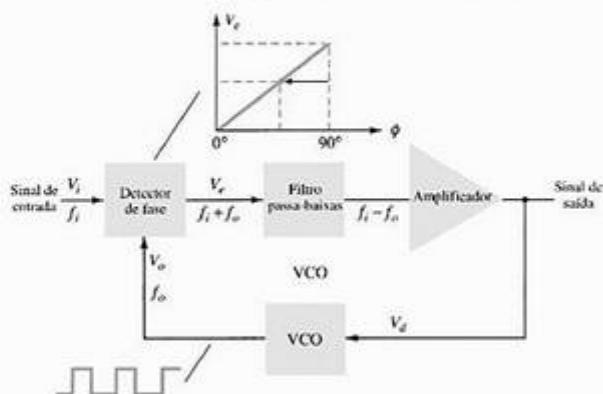

Figura 16.25 Diagrama em bloco de uma malha amarrada por fase básica (PLL).
A malha amarrada por fase (PLL — Phase-Locked Loop) é um circuito eletrônico que contém um detector de fase, um filtro passa-baixas e um oscilador controlado por tensão conectados da forma mostrada na Figura 16.25. Aplicações do PLL geralmente incluem: (1) sintetizadores de frequência que fornecem múltiplos da frequência de um sinal de referência [por exemplo, na geração da frequência de por-
Um sinal de entrada, V_i , e o de um VCO, V_o , são comparados por um comparador de fase (veja a Figura 16.25), fornecendo uma tensão de saída, V_e , que representa a diferença de fase entre os dois sinais. Essa tensão é então aplicada a um filtro passa-baixas que fornece uma tensão de saída (amplificada, se necessário), que pode ser tomada como a tensão de saída de um PLL. Essa tensão é realimentada para modular a frequência do VCO. A operação de malha fechada do circuito mantém a frequência do VCO amarrada à frequência do sinal de entrada.
A operação básica de um circuito PLL pode ser explicada utilizando o circuito da Figura 16.25 como referência. Consideraremos primeiro a operação dos vários circuitos da malha quando a mesma opera 'amarrada' (a frequência do sinal de entrada e a frequência do VCO são iguais). Quando a frequência do sinal de entrada é igual à do VCO, a tensão V_d , tomada como saída, mantém o VCO 'amarrado' ao sinal de entrada. O VCO gera então um sinal de onda quadrada com amplitude fixa e na frequência da entrada. Podemos obter melhor desempenho do circuito se a frequência central do VCO, f_o , corresponder a uma tensão de polarização no centro da faixa de valores possíveis para essa tensão. O amplificador permite esse ajuste na tensão cc, tomando como entrada a saída do filtro. Quando a malha está amarrada, os dois sinais aplicados ao comparador têm a mesma frequência, embora não necessariamente em fase. Uma diferença de fase fixa entre os dois sinais para o comparador resulta em uma
A demodulação ou a detecção FM pode ser conseguida diretamente utilizando um circuito PLL. Se a frequência central do PLL for selecionada ou projetada na frequência da portadora de FM, a tensão filtrada ou de saída do circuito da Figura 16.25 é a tensão demodulada desejada, variando em valor proporcional à variação da frequência do sinal. O circuito PLL opera, portanto, como um filtro de frequência intermediária (FI), limitador e demodulador, como os utilizados em receptores de FM.